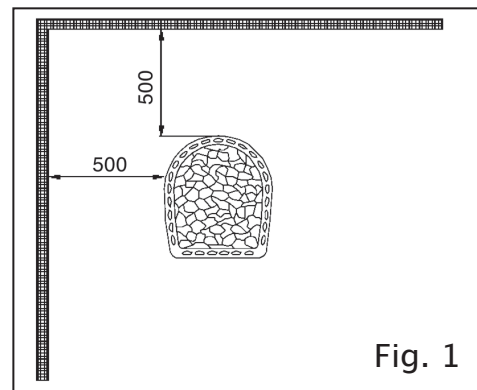

Fig. 1
1. Distanța de siguranță de la suprafața focarului pe lemne pînă la construcțiile din lemn neprotejate trebuie să fie de cel puțin 500 mm (vezi fig. 1).